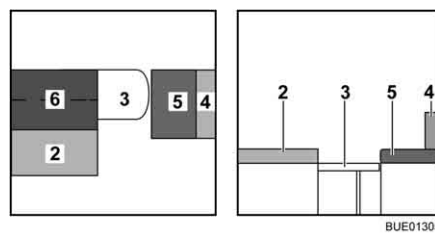

Fig. 128 Durante la transformación
- Desplegar el cojín adicional (Fig. 128,6) y colocarlo en la mesa.